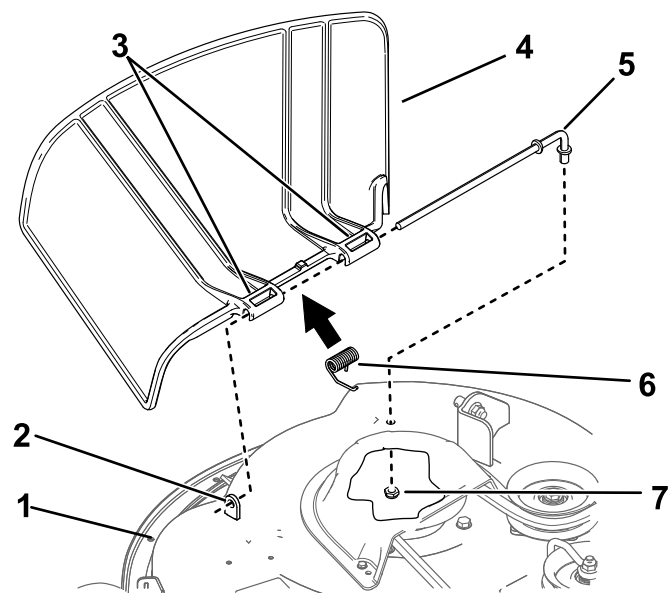

Figure 67
- Retirez l'écrou (3/8 po) de la tige, sous le tablier de coupe (Figure 67).
- Sortez la tige de la courte cheville de positionnement, du ressort et du déflecteur d'herbe (Figure 67).
- Montez le nouveau déflecteur d'herbe (Figure 67).
- Insérez la tige dans le deuxième support du déflecteur d'herbe (Figure 67).
9. Fixez l'extrémité arrière de la tige dans le tablier de coupe à l'aide d'un écrou (3/8 po), comme montré à la Figure 67.